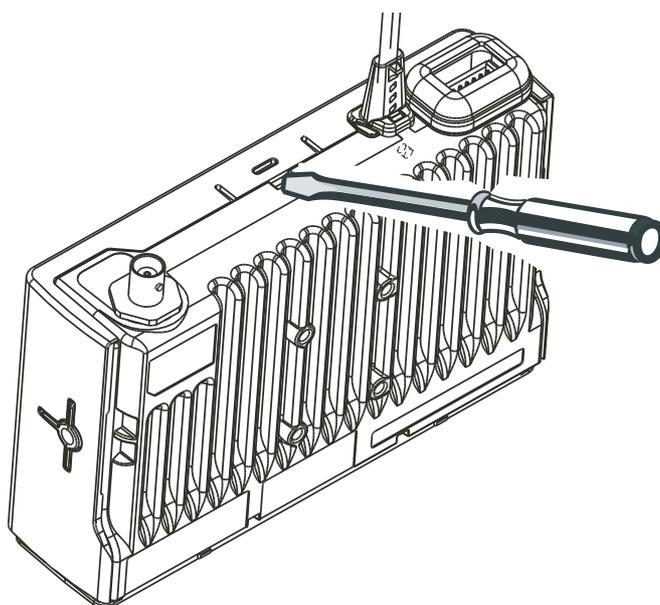

Рис. 2-5 Снятие верхней крышки (шасси в горизонтальном положении).
3. Затем установите радиостанцию в горизонтальное положение, как показано на Рис. 2-5, и вставьте плоское лезвие отвертки в паз, чтобы отсоединить верхнюю крышку.